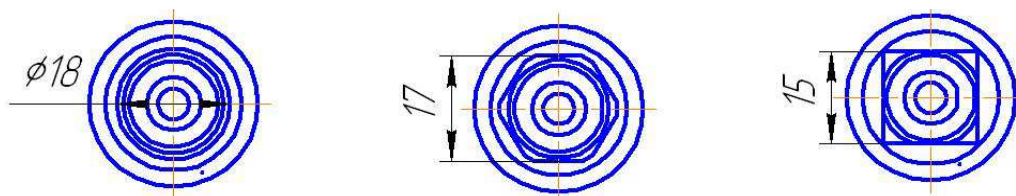

Рис.2 Варианты геометрической формы гнезда клапана газового
4.2 Варианты геометрической формы гнезда клапана газового (механическая кодировка) в зависимости от рабочей среды см. рис.2 и табл.3.
. На рис.2 показаны стыковочные размеры штекеров и соответствующего гнезда клапанов.